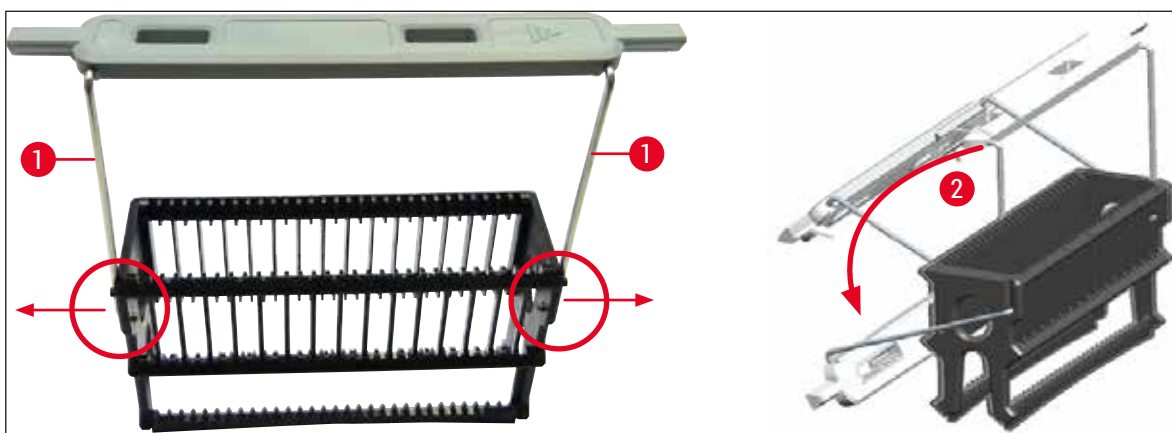

Fig. 69
- Certifique-se de que a alça esteja corretamente posicionada na posição superior, central, acima do rack (→ Fig. 69)